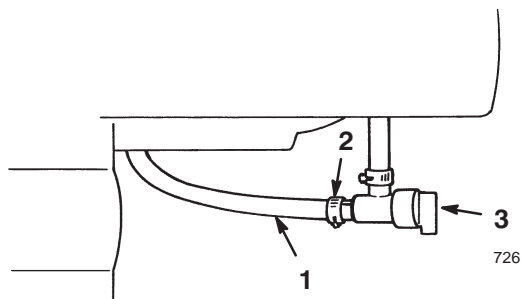

Figure 21
- **Robinet d'essence** (Fig. 21)—Fermez le robinet en le tournant dans le sens des aiguilles d'une montre et ouvrez-le en le tournant dans le sens contraire des aiguilles d'une montre. Fermez le robinet lorsque vous n'utilisez pas la déneigeuse.
4. Ouvrez le robinet d'essence situé au-dessous du réservoir de carburant (Fig. 21).
5. Fermez le robinet d'essence (Fig. 21).